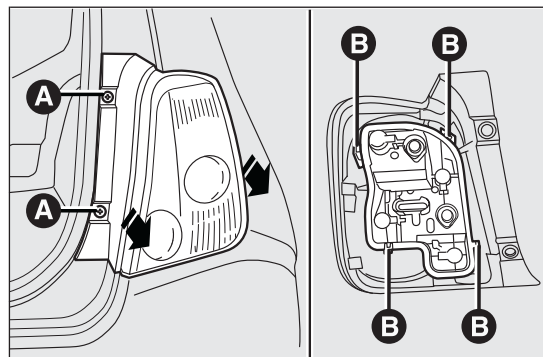

fig. I 15
- ☐ aflojar los dos tornillos de fijación A fig. I 15 y extraer el grupo óptico axialmente sin girarlo;
- ☐ extraer el portalámparas de su alojamiento desconectándolo de las aletas de fijación B fig. I 15;